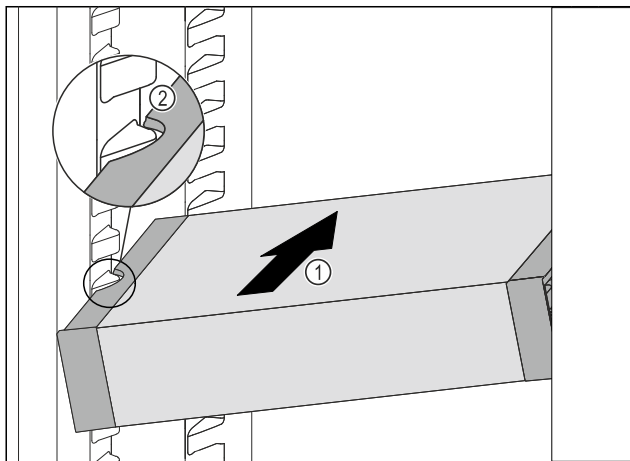

Fig. 88
- ▶ A VarioSafe fiókot ferdén tolja be a hűtőrészbe Fig. 88 (1) annyira, hogy a VarioSafe oldalsó kivágásai Fig. 88 (2) a hűtőrészben a tartóborda magasságában legyenek.